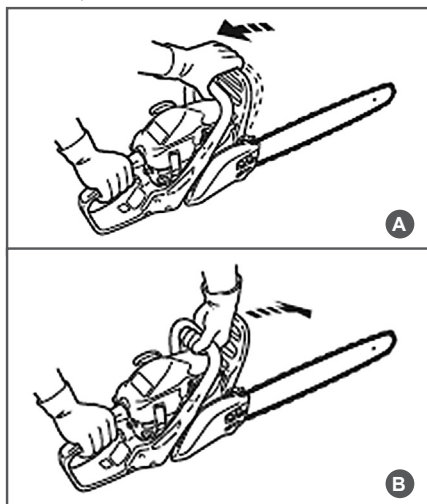

Рис. 6 Проверка механического тормоза цепи
Тормоз цепи выключен (цепь может вращаться), когда ручка тормоза взведена (Рис. 6А).
Тормоз цепи включен (цепь не имеет возможности вращаться), когда ручка тормоза находится в отжатом положении (Рис. 6В).
3. Используя тормоз цепи, переместить левое запястье от себя и нажать им на ручку тормоза, не отпуская рукой переднюю рукоятку бензопилы (Рис. 6В).
6. Введите ручку тормоза (Рис. 6А).